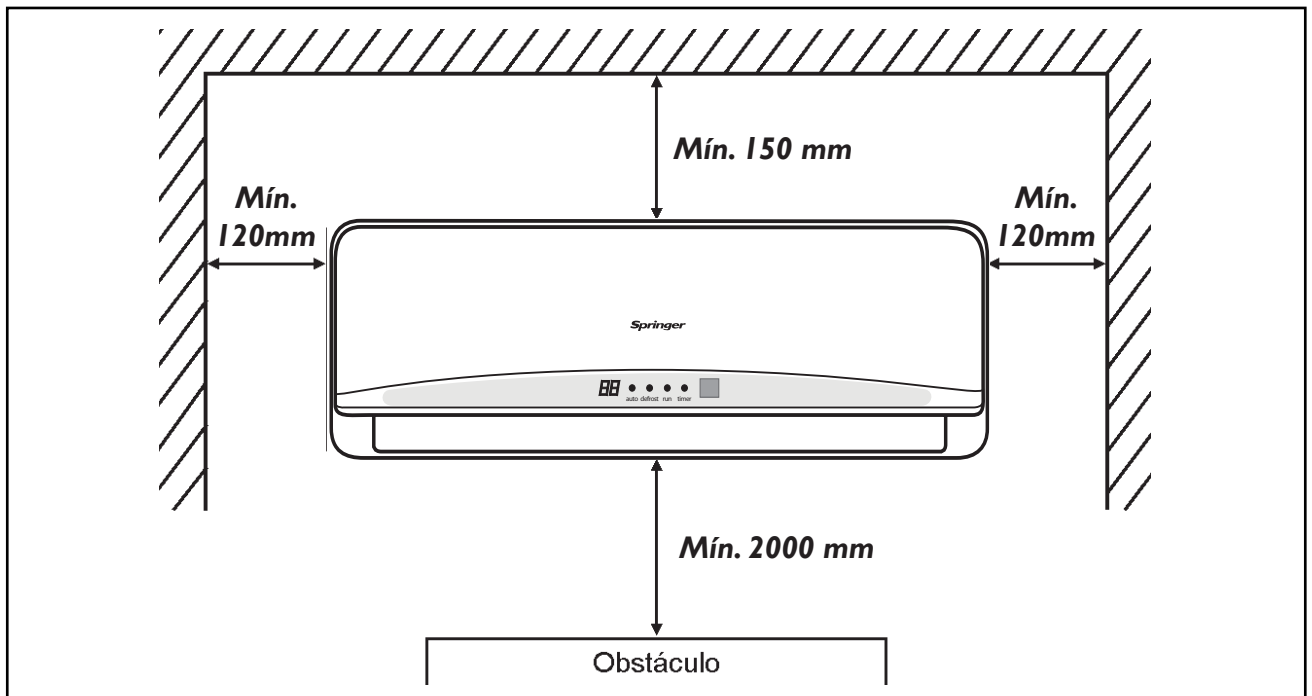

FIGURA 14 - ESPAÇAMENTOS MÍNIMOS RECOMENDADOS
- Selecionar um local com espaço suficiente que permita reparos ou serviços de manutenção em geral, como por exemplo a limpeza do filtro de ar. Os espaços mínimos apresentados na figura 14 deverão ser respeitados.